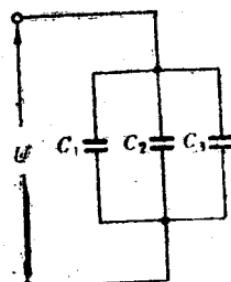

图 10-22
(2) 电容器的并联 把几个电容器的两组极板分别连接起来，如图 10-22 所示，叫做并联。